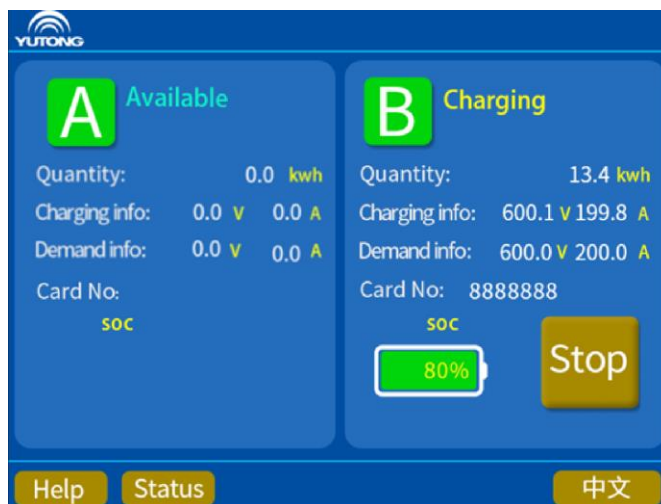

Figure 10 Interface d'affichage de charge
5) Une fois les paramètres de charge configurés, le chargeur CC commence à charger le véhicule électrique. Dans l'interface de charge, appuyez sur le bouton **Stop** pour arrêter activement la charge, comme illustré à la Figure 10. La charge peut également être complétée automatiquement selon le mode de charge sélectionné à l'étape 3).